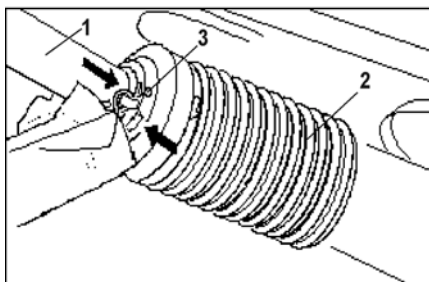

Fig. 11
- Beskyttelses halvparten (Fig. 11/1) skubbes på og beskyttelses tragten (Fig. 11/2) drejes den rigtige position.
- Låseskrues (Fig. 11/3) drejes i.